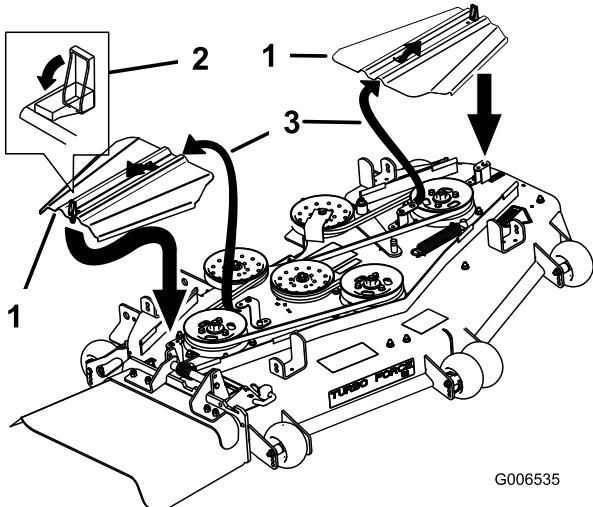

Figura 61
- Instale las cubiertas de las correas deslizando la cubierta sobre la pestaña, instale los pernos y cierre los enganches (Figura 61).